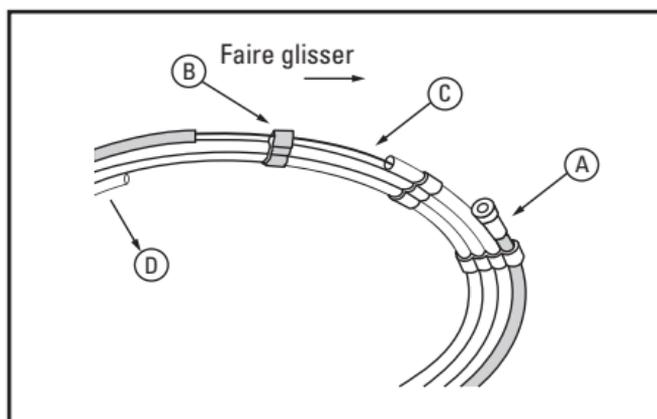

Figure 2. Tube distributeur
4. Saisir délicatement le guide [C] et faire glisser le tube distributeur dans le sens indiqué dans la figure 2. Si le guide ne peut pas être retiré facilement, injecter davantage de sérum physiologique dans le tube distributeur.